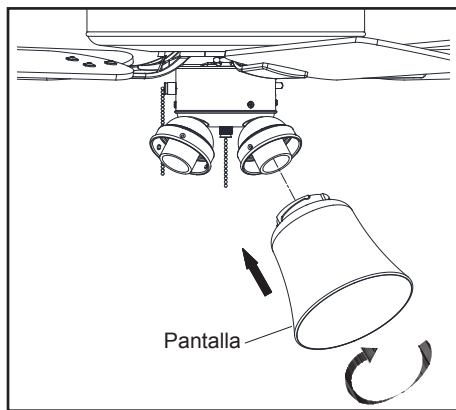

Figura 14
6. Coloca la pantalla resistente a impacto en el conjunto del kit de luces alineando las tres áreas planas en el borde superior de dicha pantalla con las tres muescas salientes del conjunto del kit. Gira la pantalla resistente a impacto en el sentido de las manecillas del reloj hasta que se detenga. (Figura 14)